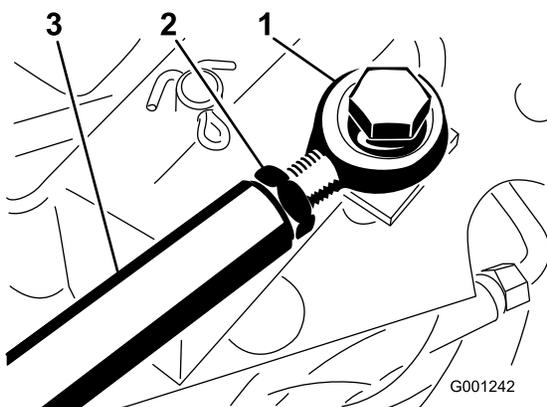

Figura 68
3. Se necessitar de fazer mais ajustes, ajuste a barra de tração (Figura 68) do seguinte modo: